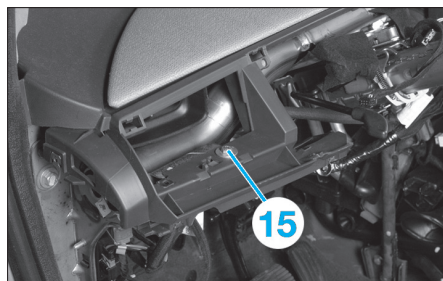

Fig. 14
- Déposer la vis de fixation gauche de la planche de bord (15) (Fig.14).